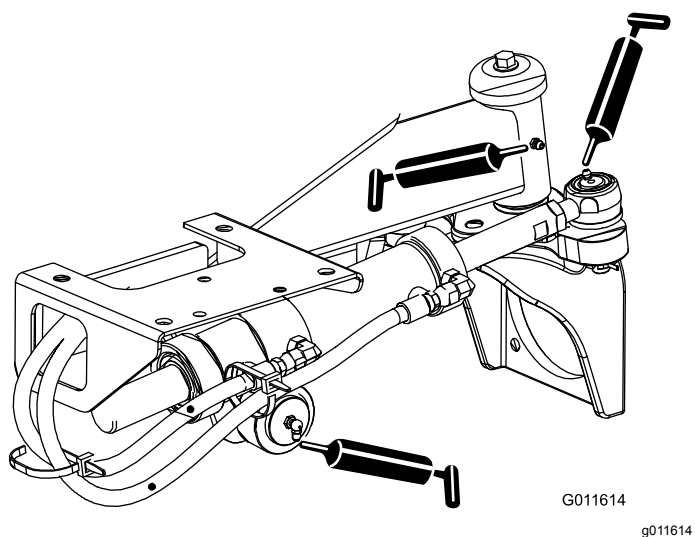

Figura 35
- Articuciones esféricas del cilindro de dirección (2) y eje trasero (1)—Figura 35